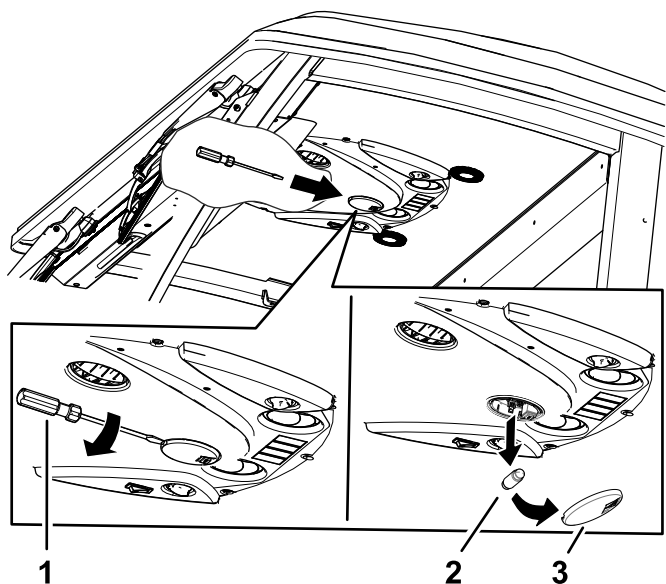

Figura 88
1. Utilice un destornillador para retirar la lente de la luz del panel de control. (Figura 88).
2. Retire la lámpara de la base (Figura 88).